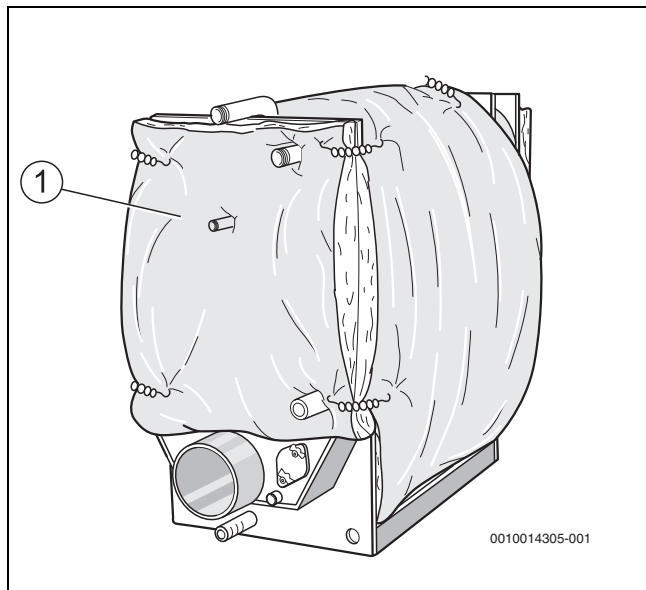

Bild 11 Rückwand-Wärmeschutz anlegen und befestigen
- ▶ Rückwand-Wärmeschutz [1] (→ Bild 11, Seite 20) entsprechend den Aussparungen an die Kesselnrückwand anlegen und rechts und links an der umlaufenden Wärmeschutzmatte mit 4 Spannfedern befestigen.